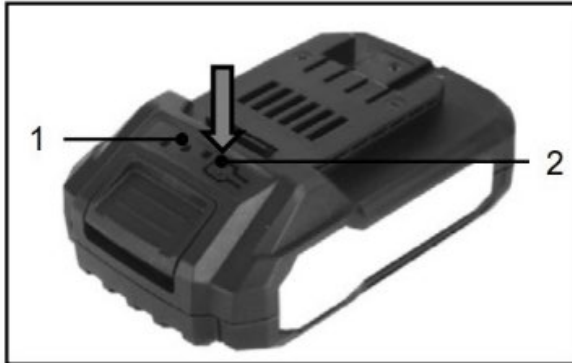

Рисунок 2. Схема перевірки рівня заряду акумуляторної батареї.
5.1.3.1 Перевірка рівня зарядження акумуляторної батареї (рис. 2).
1. Натиснути та утримувати кнопку акумулятора (2, рис. 2), що розташовується на верхній панелі акумулятора.
2. Під час утримання кнопки залежно від стану заряду батареї почнуть світитися відповідні індикатори (1, рис. 2).
4. Контролювати ступінь зарядження акумулятора за кольором індикаторів (3, рис. 2).